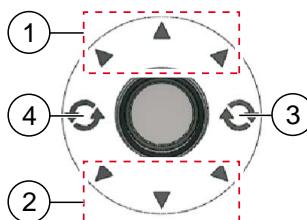

Fig. 3: Funciones del joystick
- Avance/retroceso Fig. 3 (1,2)
- Áreas de giro Fig. 3 (3,4)
- En las áreas de movimiento de avance (1) o retroceso (2) es posible desplazar la caravana en la dirección seleccionada de forma gradual.